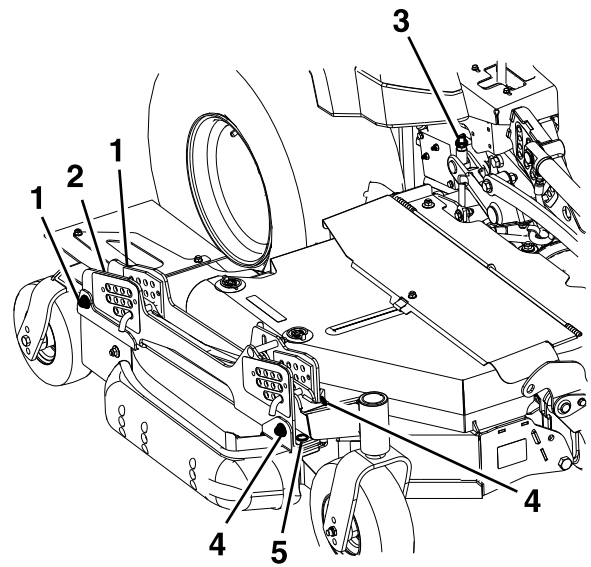

Figure 75
3. Sur les tabliers latéraux gauche et droit, la hauteur de la lame peut s'ajuster grâce à des points de réglage avant et arrière. Pour régler la hauteur d'une lame latérale, commencez par desserrer les écrous de fixation des supports de hauteur de coupe avant et arrière. Il y a quatre emplacements (deux de chaque côté du profilé), comme montré à la Figure 75.
- Si le tablier est trop bas, serrez le boulon de réglage de hauteur avant (Figure 75) en tournant l'écrou inférieur dans le sens horaire.
- Si le tablier est trop haut, desserrez le boulon de réglage de hauteur avant (Figure 75) en tournant l'écrou inférieur dans le sens antihoraire. Ajustez précisément les dispositifs de réglage arrière au besoin.
Réglez la hauteur de la roue arrière (Figure 75) de sorte qu'elle touche légèrement le sol, avec une pression minimale.
4. Mesurez l'arrière des lames latérales. Si l'une ou l'autre présente une inclinaison de moins de 1,5 mm (1/16 po), élevez l'arrière du tablier en serrant les réglages arrière gauche et droit (Figure 75) jusqu'à ce que les quatre lames présentent une inclinaison minimale de 1,5 mm (1/16 po). Réglez les roues arrière latérales de sorte qu'elles touchent légèrement le sol, avec une pression minimale. Serrez les quatre emplacements de fixation des supports arrière (Figure 75).